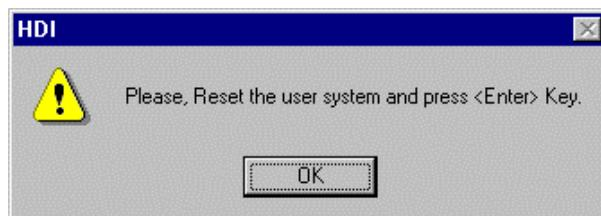

図 2.9 RESET 信号入力要求メッセージのダイアログボックス
(7) HDIウィンドウが表示されます。そして、図2.9に示すダイアログボックスが表示されます。